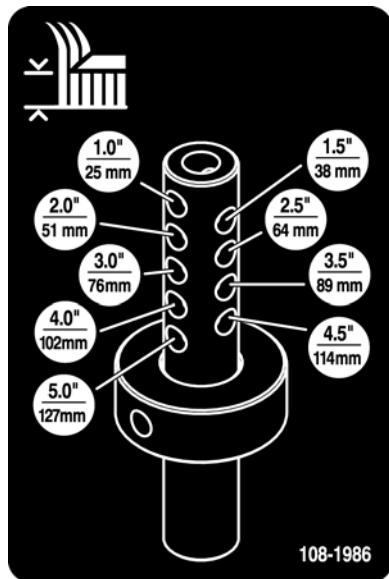

Bild 13
- Richten Sie den Schnitthöhenstellring mit den gewünschten Schnitthöhenlöchern an der Schnitthöhenstange aus (Bild 13).